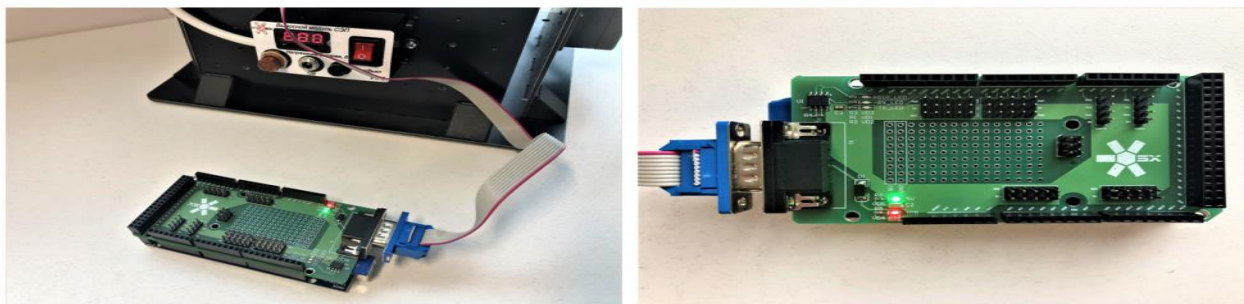

Рисунок 15 – Испытания и адаптация системы раскрытия солнечных батарей с корпусом спутника
- Адаптация всей системы с корпусом КА (рисунок 15)